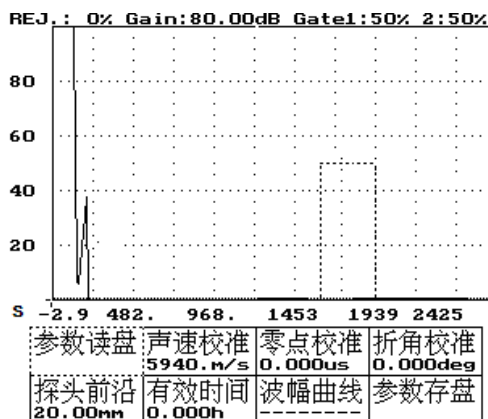

图 18-2
- 3、 按进入键——显示系统校准功能菜单。如图 18-2 所示。
- 3、按进入键——显示系统校准菜单，如图 18-2 所示。